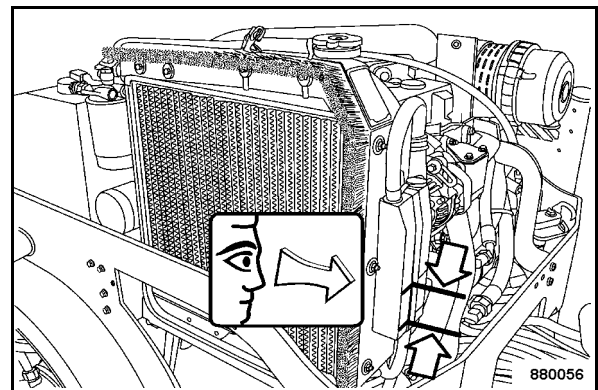

Fig. 124
- Vérifier le niveau du liquide au récipient de compensation (Fig. 124).